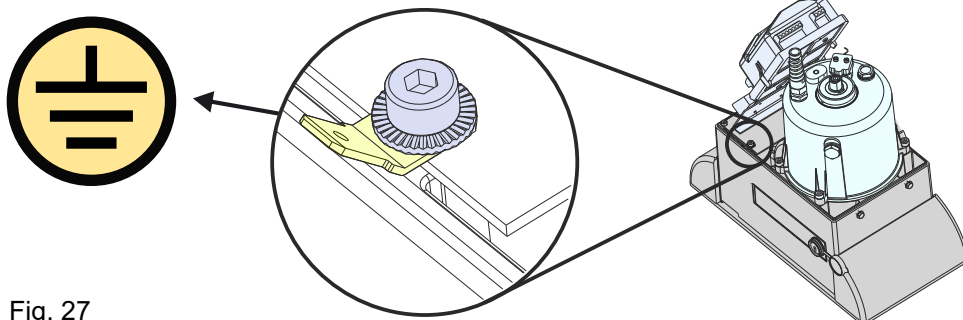

Fig. 27
**8.1.** Avant de brancher l'opérateur à l'alimentation électrique, prévoir sa mise à la terre, en utilisant la vis de mise à la terre spéciale comme indiqué sur la Fig. 27